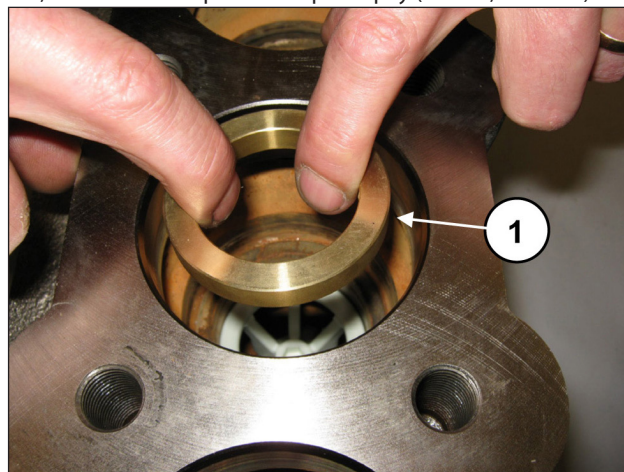
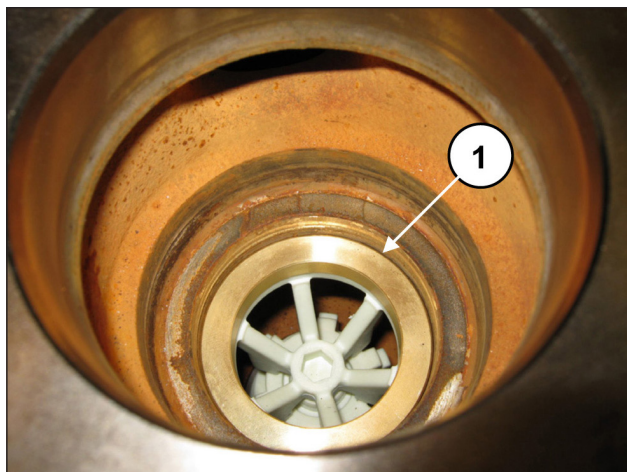

Рис. 121
Рис. 122
Вставьте кольцо распорки седла клапана (поз. ①, Рис. 121) так, чтобы оно опиралось на распорку (поз. ①, Рис. 122).